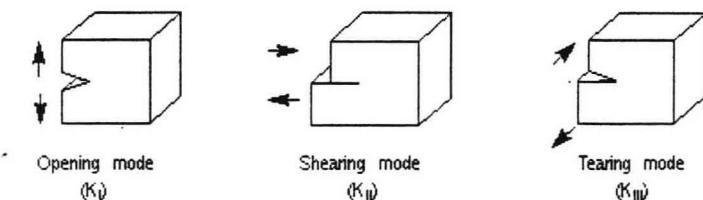

图 10-1 三种基本的断裂模型
- 伴随着三种基本断裂模型的应力强度因子 (K_I 、 K_{II} 、 K_{III}) (见图 10-1);
- 能量释放率 (G)，它反映裂纹张开或闭合时功的大小;